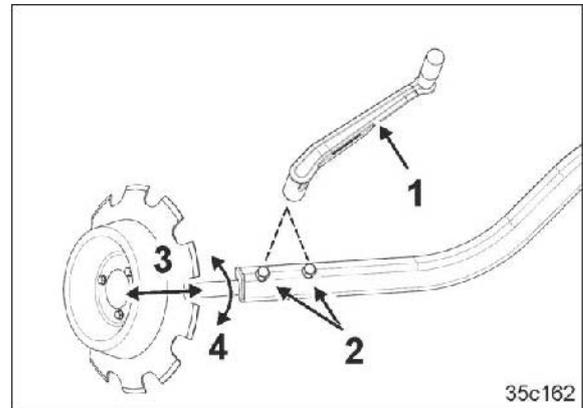
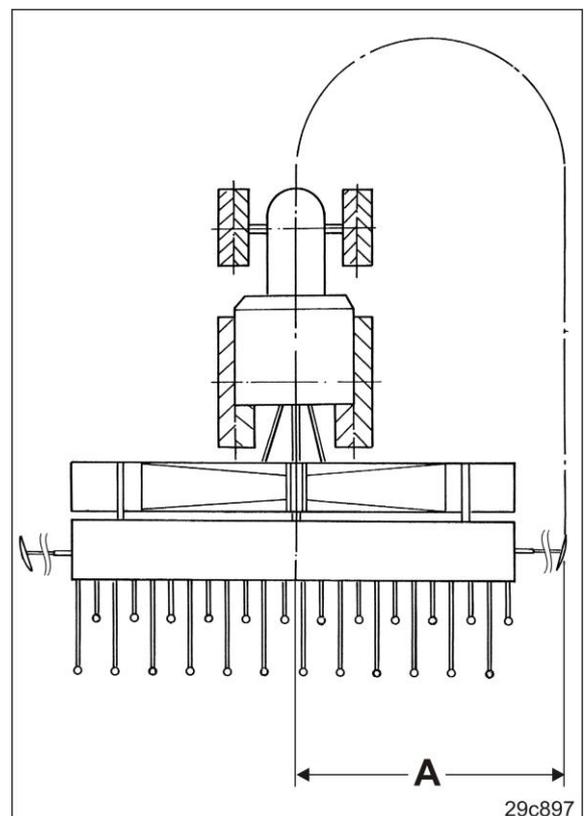

图 135
图 136
- 划行器长度 (图 135/3)
- 划行器的作业强度, 依据土壤类型 (图 135/4)。
2. 使用操作工具 (图 135/1) 松脱螺栓 (图 135/2)
3. 通过移动 (图 135/3) 将划行器长度设定为长度“A”[参见表格 (图 136)]。
4. 工作强度可通过旋转 (图 135/4) 划行器轴承设置, 方法是在轻质土壤上使其大致平行于行驶方向, 而在较为粘重的土壤上则插入应更深。
5. 拧紧螺栓 (图 135/2)。